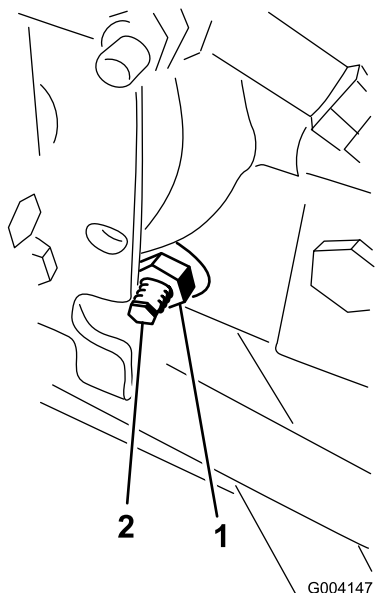

Bild 56
3. Lösen Sie rechts am Hydrostat die Sicherungsmutter an der Fahrtrieb-Einstellnocke (Bild 56).